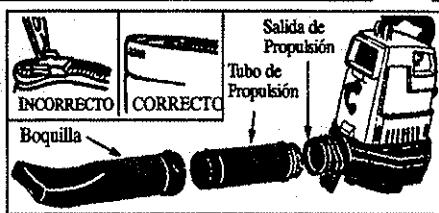

Figura 4
- Nunca ponga el motor en marcha sin haber instalado el equipo apropiado. Al usar el aparato como propulsor, instale siempre los tubos de propulsión. Al usarlo como aspirador, instale siempre los tubos de aspiración y el juego de boquilla de aspiración. Asegúrese de que el cierre de la bolsa esté completamente cerrado como se ve en la Figura 4.
- Cierre el cierre de la bolsa. Asegúrese de que el cierre esté completamente cerrado y que la costura del cierre esté metida hacia adentro de la bolsa. Figura 4 (inserción).
- Retire el tubo de propulsion del motor. Figura 4.
- Nunca haga funcionar el aparato sin haber instalado el equipo apropiado. Al usar el aparato como propulsor, instale siempre los tubos de propulsión. Al usar el aparato como aspirador, instale siempre los tubos y la bolsa de aspiración. Asegúrese de que el cierre de la bolsa de aspiración esté completamente cerrado como se ve en la Figura 4.